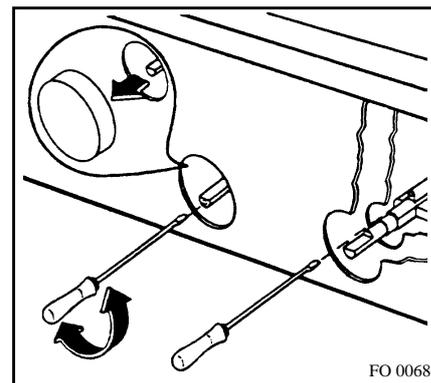

Fig. 16
- **Alimentation en gaz naturel:** agissez sur la vis de réglage (by-pass - Fig. 16 - dessin de gauche) jusqu'à l'obtention d'une petite flamme régulière.
- **Alimentation en gaz Butane et Propane :** vissez à fond la vis (Fig. 16 - dessin de gauche) celle-ci étant déjà prévue pour assurer le débit minimum.